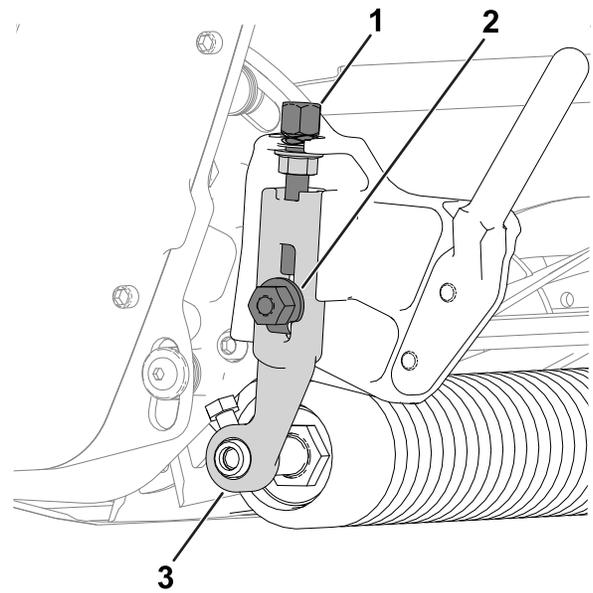

Bild 12
1. Lösen Sie die Sicherungsmuttern, mit denen die Schnitthöhenarme an den Seitenplatten des Mähwerks befestigt sind (Bild 12).